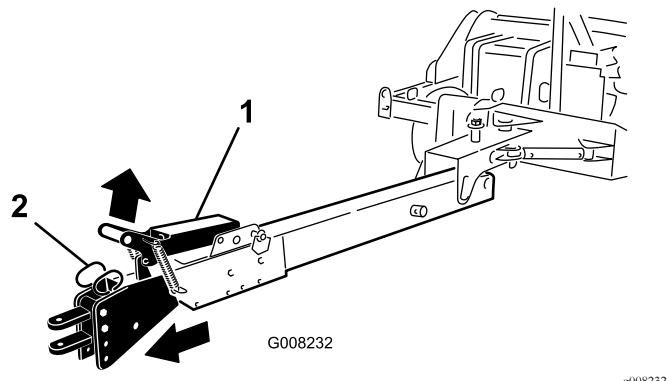

图22
B. 抬起闭锁手柄图22。
C. 慢慢向前开动工作车直至挂钩总成锁定到位图22。
8. 要缩回拖曳挂钩请抬起门锁手柄慢慢向后倒工作车直至挂钩组件锁定到位 图22。